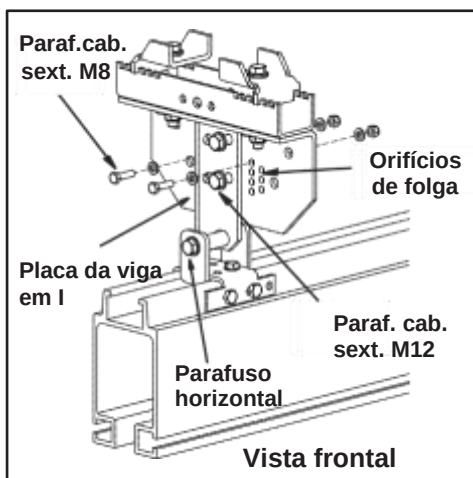

Figura 3-11
- Etapa 2. Remova dois (2) parafusos de cabeça sextavada M8 x 30 mm e solte dois (2) parafusos de cabeça sextavada M12 x 40 mm na placa da viga em I. Consulte a Figura 3-11.